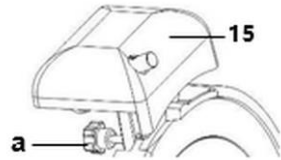

Fig. 9
2. Desserrer la molette de fixation (a) de l'aigiseur(15) à l'arrière de l'appareil (fig. 9).
3. Retirer l'aigiseur (15) et le retourner de 180°.
4. Placer l'aigiseur (15) dans la glissière prévue à cet effet et serrer la molette de fixation (a).
6. Brancher l'appareil à une prise simple reliée à la terre, et mettre en marche l'appareil à l'aide de la touche blanche DÉPART (B).
1. Retirer l'aiguiser de l'appareil (fig. 9).
1. Retirer l'aigiseur de l'appareil (fig. 9).